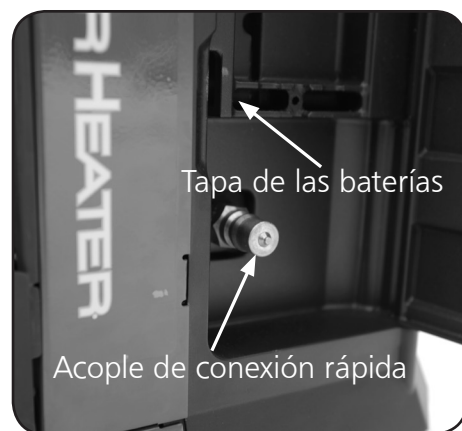

Figura 5
Abra la tapa de la batería ubicada dentro del compartimiento de accesorios para instalar la batería "AAA" (incluida). Vea la Figura 5.
2. Conecte la manguera del accesorio al acople de conexión rápida del compartimento lateral del calefactor. Vea la Figura 5.